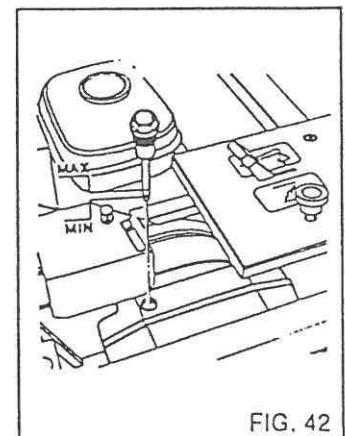

FIG. 42
- 3) Peilstab herausschrauben (Fig 42).